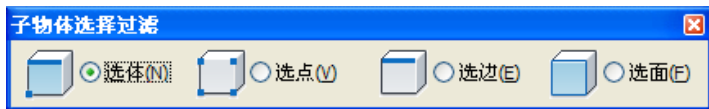

图 5-1 子物体选择过滤对话框
3. 如使用子物体过滤，则可选择删除点、线、面子实体。子物体选择过滤对话框如图 5-1 所示。